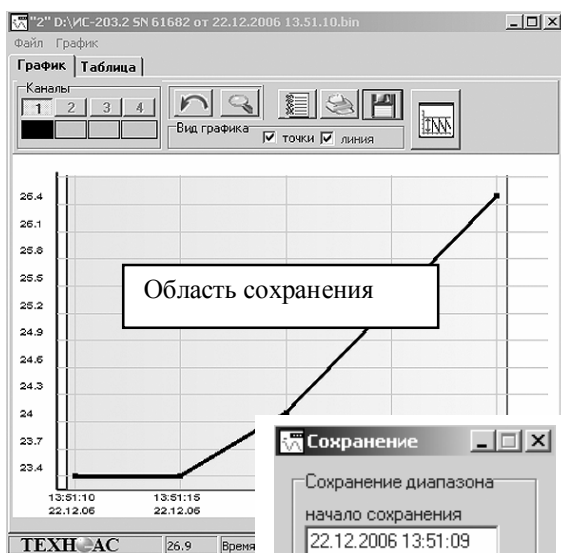

Рис.15
- **кнопка сохранение** – выводит диалоговое окно «сохранение», меняется режим графика (на графике отображается квадрат выделения ограниченный синей и красной линиями), во время сохранения графика невозможно его масштабирование (рис. 15, 16). Окно состоит из двух строк вывода (начало сохранения и конец сохранения) и двух кнопок (сохранить и сохранить все данные).